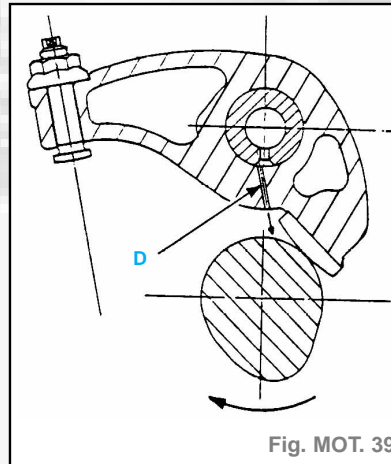

Fig. MOT. 39
- Vérifier que les trous de graissage (D) comes-patins ne soient pas obstrués (fig. MOT. 39).